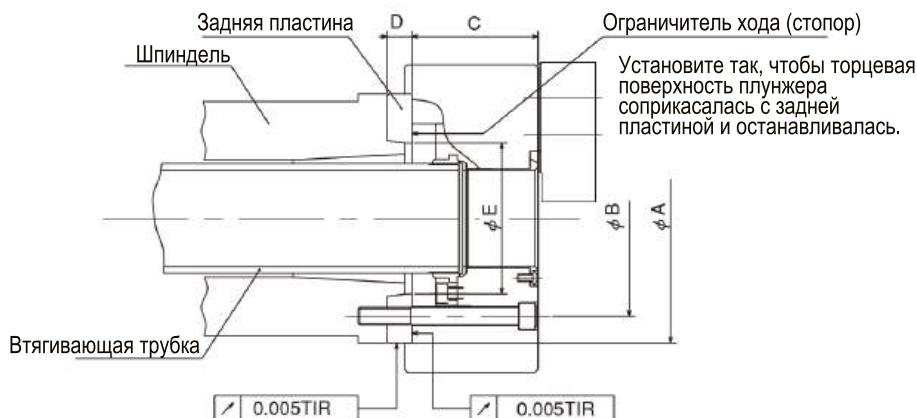

Рисунок 19
- На рис.19 показан пример применения JIS с коротким конусом.